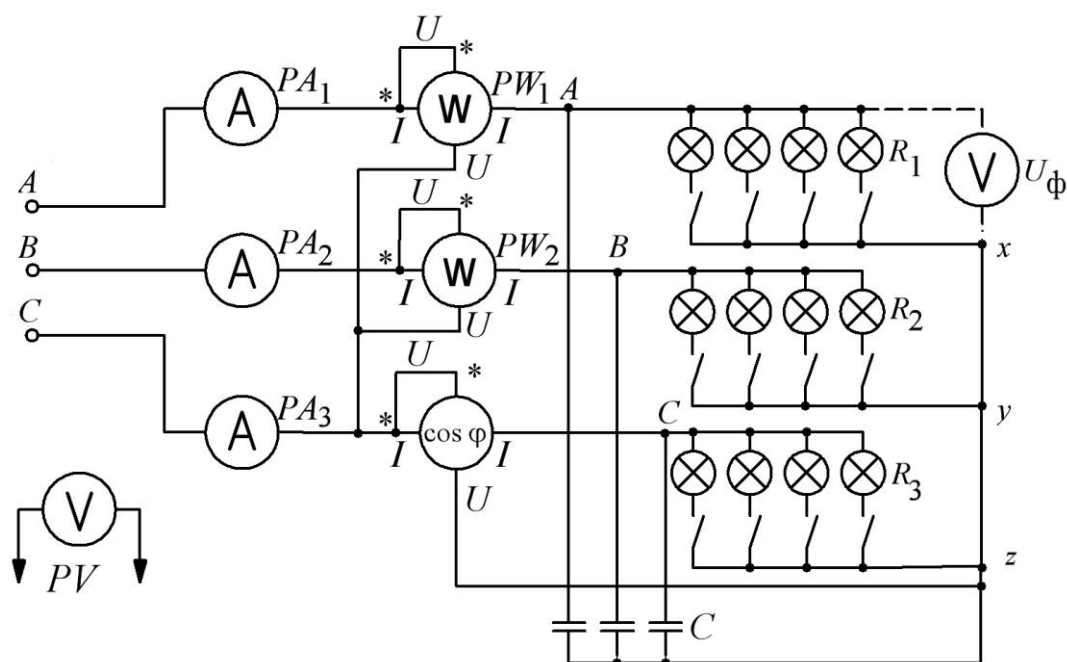

Рис. 7. Электрическая схема измерения активной мощности в трехфазной цепи (метод двух ваттметров):
Электрическая схема измерения мощности в трехфазной цепи приведена на рис. 7.
Для измерения мощности по методу двух ваттметров (P_1 и P_2) показания снимаются с ваттметров PW_1 и PW_2 , включенных согласно приведенной электрической схеме (рис. 7). При этом вольтовые обмотки ваттметров будут включены на линейные напряжения U_{AC} и U_{BC} .
8. Включить конденсаторы (блок емкостей подключить к точкам A , B и C согласно схеме рис. 7; при этом амперметры включаются на 1500 мА) и произвести те же измерения, что и в п. 6 для одного значения смешанной (активно-емкостной) равномерной нагрузки.